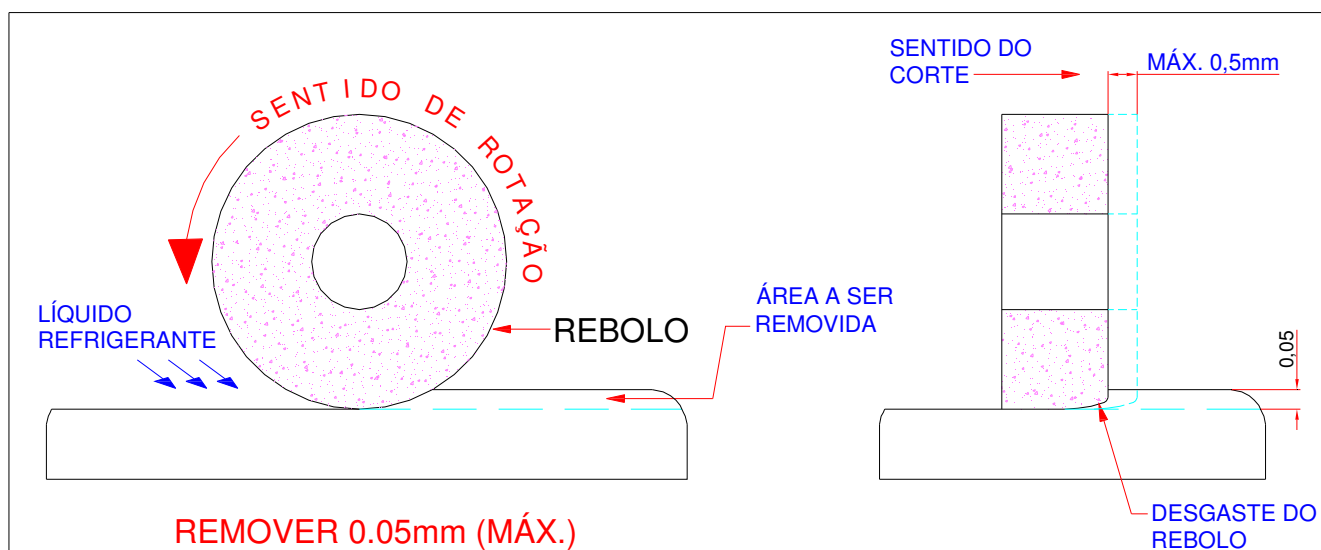

FIGURA 03
- ❑ Veja exemplo na figura 03 em uma retífica tangencial.